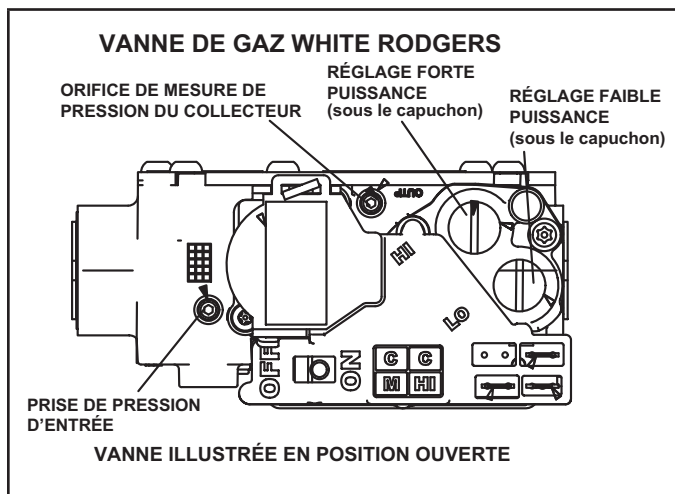

Figure 70
Fonctionnement de la vanne de gaz (Figure 70)
- 6 - Mettez l'interrupteur de la vanne de gaz sur « OFF ». Reportez-vous à la Figure 70.
- 8 - Mettez l'interrupteur de la vanne de gaz sur « ON ». Reportez-vous à la Figure 70.
Une connexion située sur la vanne de gaz permet d'accéder à la pression d'alimentation. Reportez-vous à la Figure 70. Dévissez la vis à tête hexagonale de 3/32 d'un tour, branchez un tube de 5/16 po et branchez un manomètre pour mesurer la pression d'alimentation. Reportez-vous au TABLEAU 29 pour la pression de la conduite d'alimentation.
Une connexion située sur la vanne de gaz permet d'accéder à la pression du collecteur. Reportez-vous à la Figure 70. Dévissez la vis à tête hexagonale de 3/32 d'un tour, branchez un tube de 5/16 po et branchez un manomètre pour mesurer la pression du collecteur.